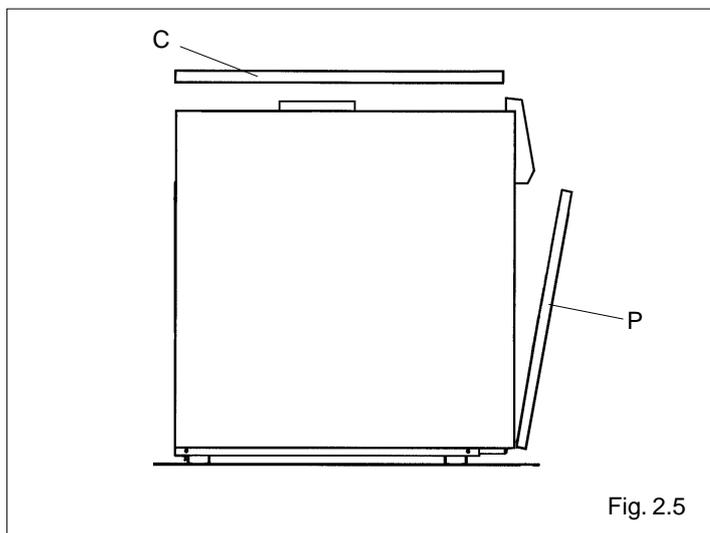

Fig. 2.5
- Quitar el panel delantero (P) y el superior (C) del revestimiento (fig. 2.5).